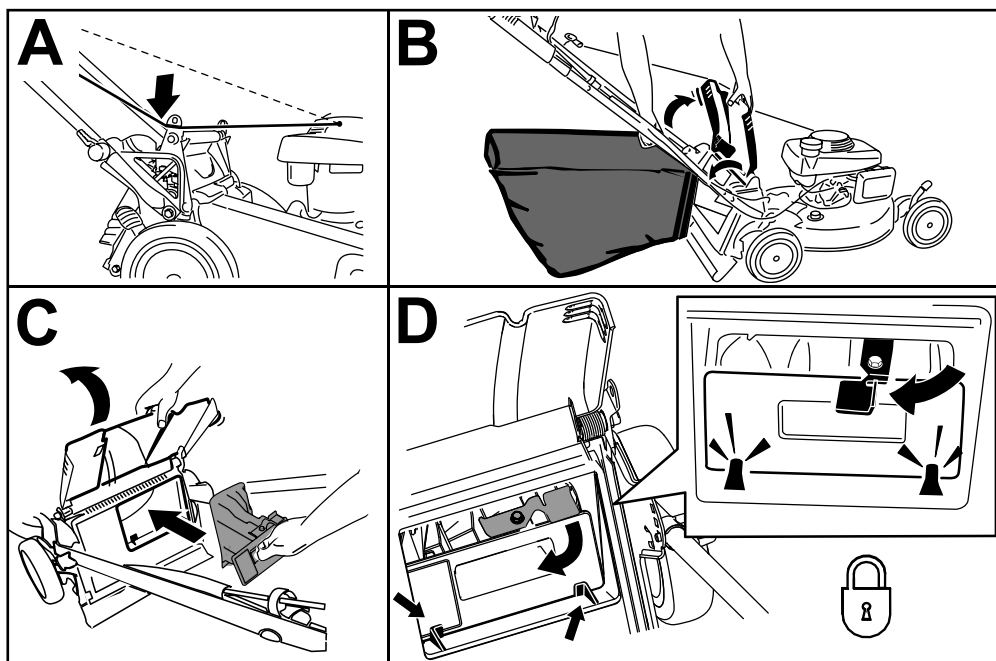

図 24
2. 後部デフレクタを持ち上げ、集草バッグのハンドルを持ってバッグを引き上げるようにしてハンドルブラケットのノッチから外す 図 24。